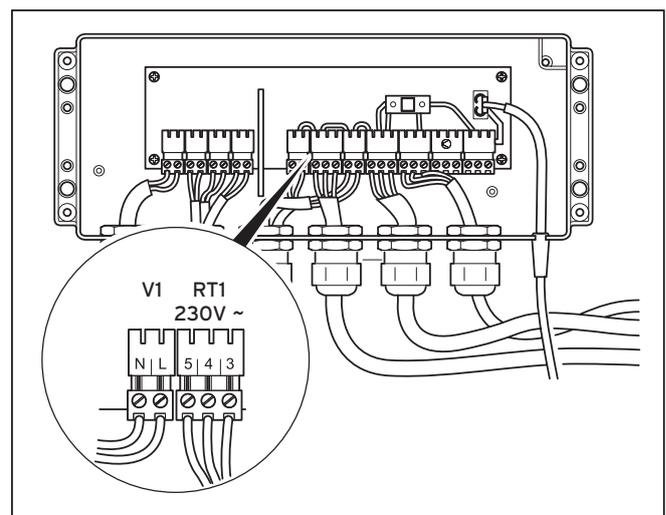

Abb. 5.11 Kabelführung der Netzzuleitung
- Schließen Sie die Anschlusskabel entsprechend Abb. 5.11 an die entsprechenden Schraubklemmen des System ProE an.